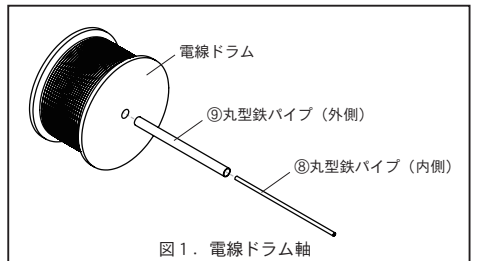

図1. 電線ドラム軸
1. 図1のように、⑨丸型鉄パイプ（外側）に⑩丸型鉄パイプ（内側）を通してから電線ドラムの軸穴へ通します。